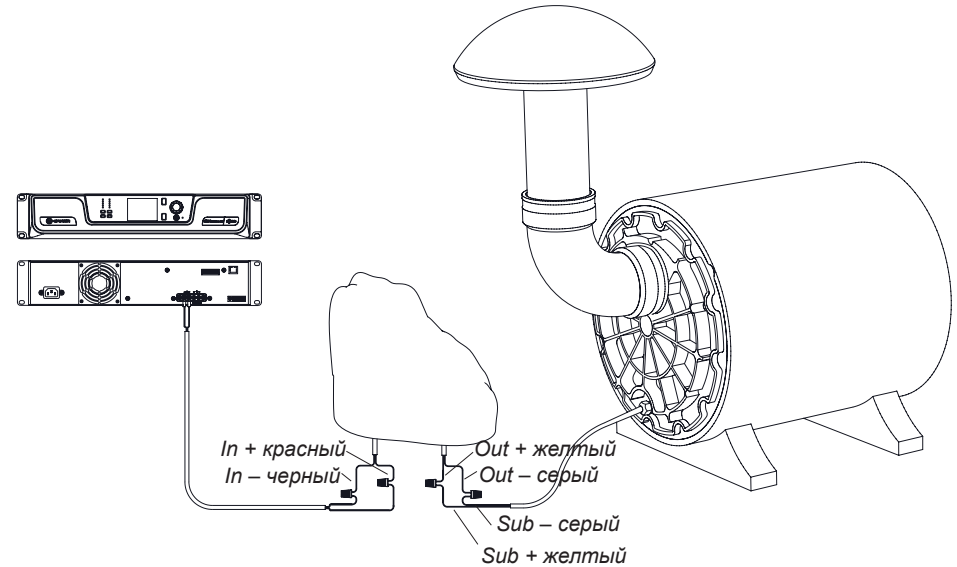

Рисунок 32
2. Установите трансформатор в виде камня (Рисунок 32) на земле достаточно близко к сабвуферу, чтобы протянуть гибкий провод.